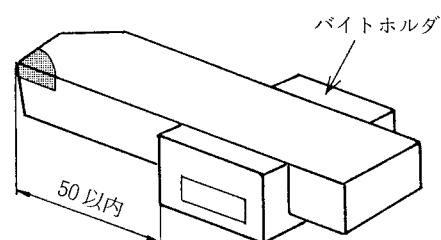

図1-8 バイトのオーバハング量
- バイトのオーバハング量を50mm以下とし（図1-8）、かつダイヤモンド砥石に接触しない位置に固定する。